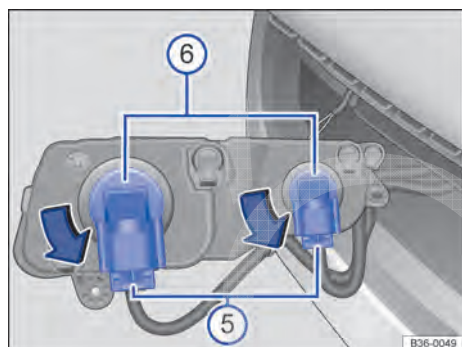

Fig. 277 Substituir a lâmpada incandescente do farol.
7. Destruavar e retirar a tomada ⇒ Fig. 277 ⑤.
8. Girar e remover a lâmpada incandescente ⑥ no sentido anti-horário até o batente.
12. Encaixar a tomada ⑤ na lâmpada incandescente até ouvir que ela foi travada.